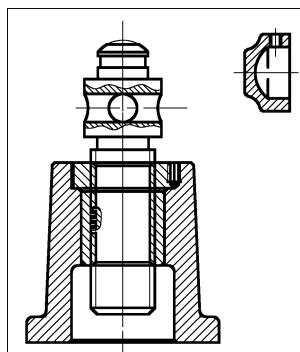

图 11-54 复制顶盖示例
2) 在“QD010 装配图”绘图区, 单击“剪贴板”面板→“粘贴”按钮 \square , 粘贴图形, 如图 11-54 所示。